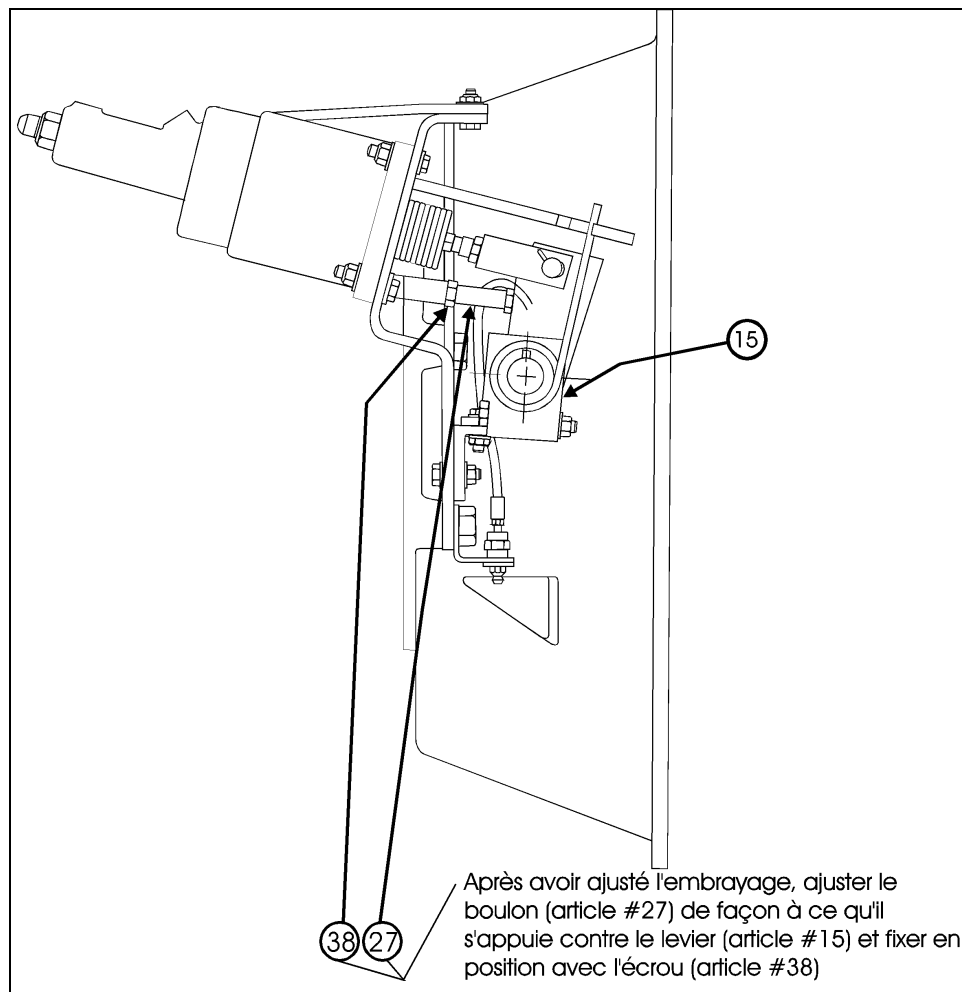

FIGURE 4
5. Ajuster le jeu à 3mm et ajuster la buté (article #27 de la figure 4).